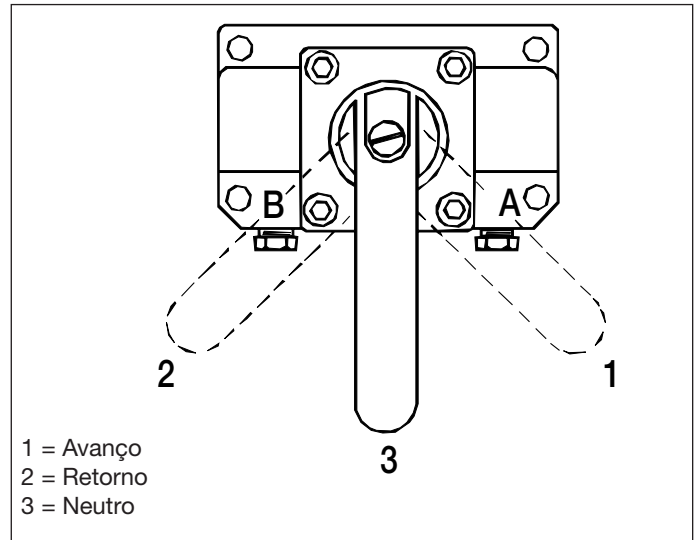
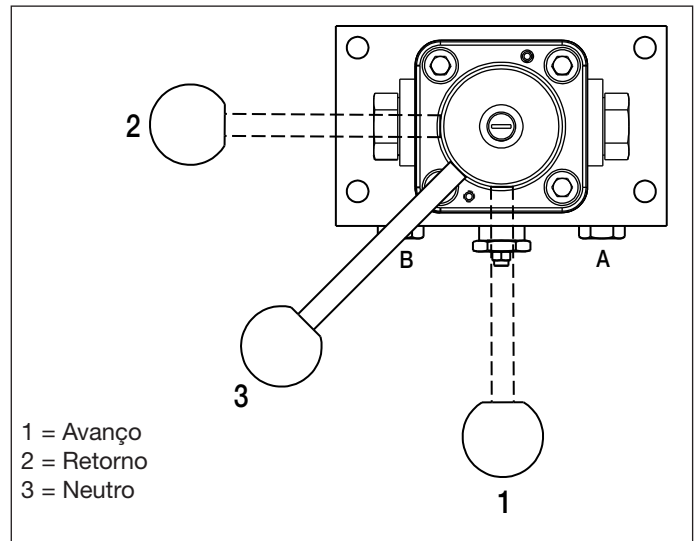

Figura 11, Posições da Alavanca das Válvulas, VM33, VM33L, VM43, VM43
Figura 12, Posição da Alavanca das Válvulas, VM33M, VM43M
4. Gire a alavanca de controle da válvula para a posição neutro (“3”). Ver figura 11 para a posição das válvulas VM33 e VM43. Ver figura 12 para as posições das válvulas VM33M e VM43M.
4. Gire a alavanca de controle da válvula para a posição neutro ("3"). Ver figura 11 para a posição das válvulas.